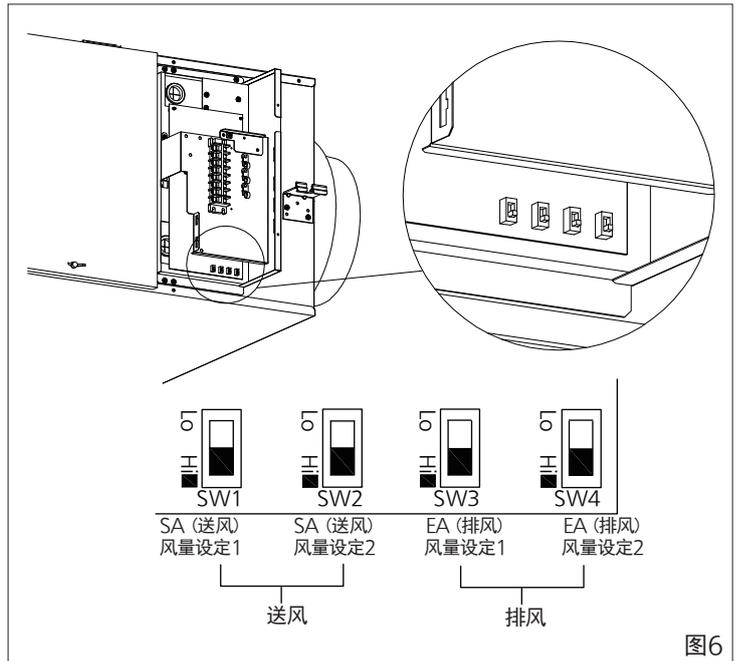

图6
⑦风量设定(图6)。
根据具体全热交换器型号的性能(表1),通过滑动开关选择适合房屋大小的换气风量(图6)(表2)。